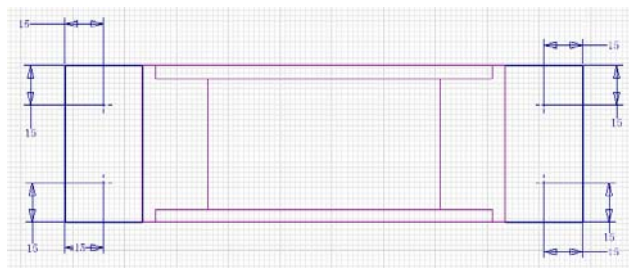

图 7-34 绘制 4 个孔心
①在基座的上表面上新建草图，进入草图环境。单击【草图】标签栏【绘图】面板上的【点】工具按钮, 绘制 4 个点，并选择【尺寸】工具标注其位置尺寸并且进行修改，设置 4 个点到零件边缘的距离都是 15，如图 7-34 所示。